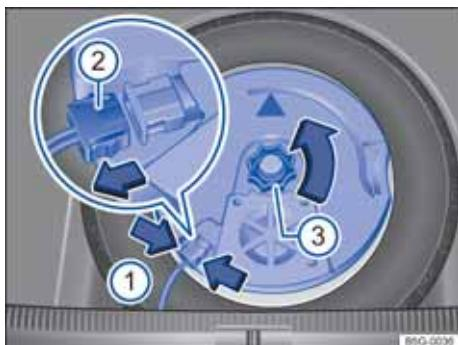

图 231 行李厢内：拆下重低音扬声器
- 用手捏住定位凸缘⇒图 231（箭头 ①）并压紧到止位，并断开连接插头 ②。
- 拔出连接插头 ②，并将拔出的导线放置一边。
- 将手轮 ③ 沿箭头方向拧出。